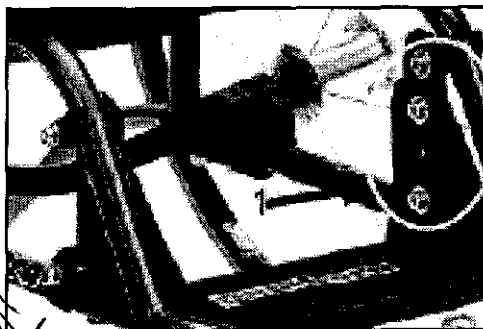

Fig. 8
2) Plataforma del reposapiés Micro (Fig. 8)